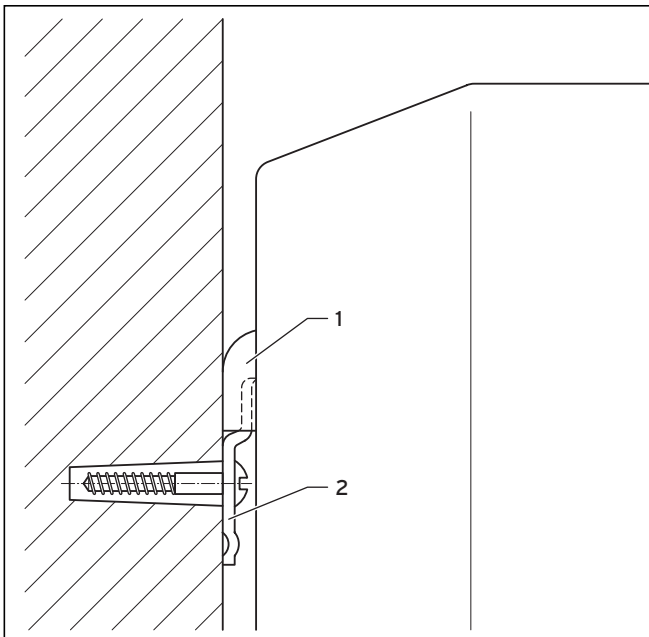

Abb. 5.4 Aufhängen des Speichers
- Befestigen Sie den Halter mit passenden Dübeln und Schrauben an der Wand (**2** → **Abb. 5.4 Aufhängen des Speichers**).